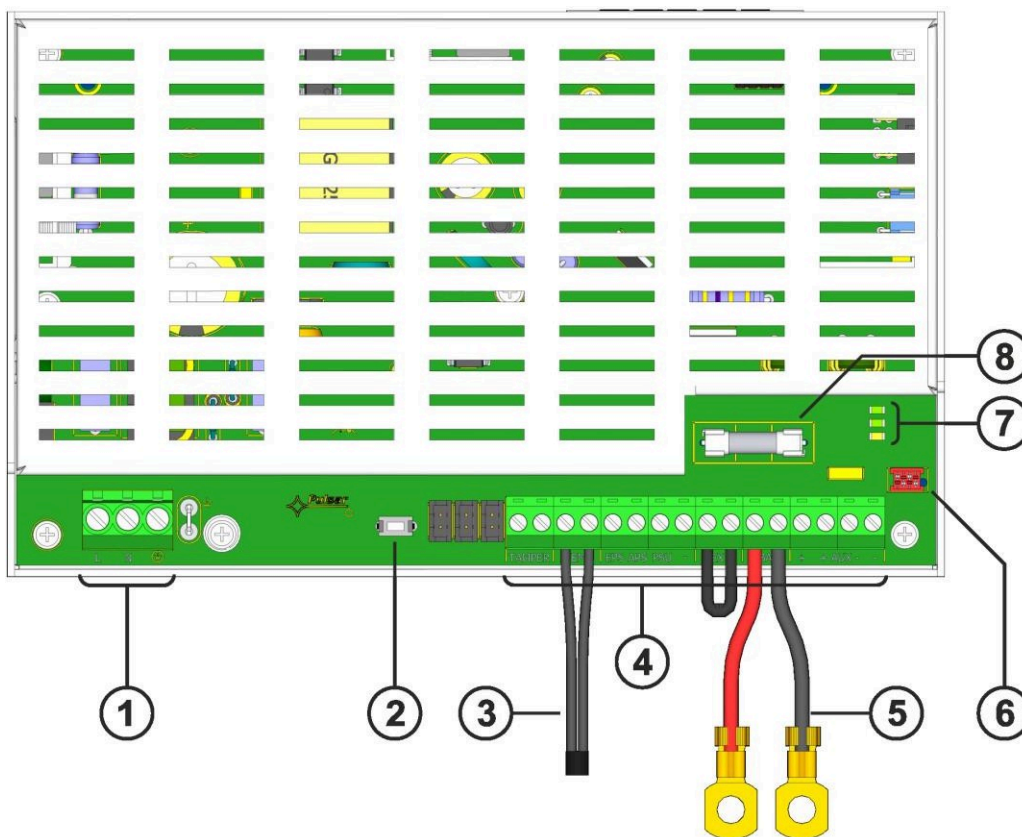

Abb. 2. Ansicht des Netzteilmoduls.
Tabelle 1. Elemente der Netzteil-Leiterplatte (Abb. 2).
①	Netzteilmodul (Tab. 1, Abb. 2)
②	Batterietemperatursensor
③	Batterieanschlüsse; Pluspol: BAT = rot, Minuspol: - BAT = schwarz
④	Einbauort für zusätzliche Kommunikationsmodule
⑤	TAMPER; Mikroschalter (Kontakte) der Sabotagesicherung (NC)
⑥	Einbau der Batterie
⑦	Batterie-Sicherungsplatte
- Schraubklemmen des Temperatursensors an die „Temp“-Klemmen des Netzteils anschließen (Abbildung 2, Punkt 6). Sensor an der Batterie befestigen,